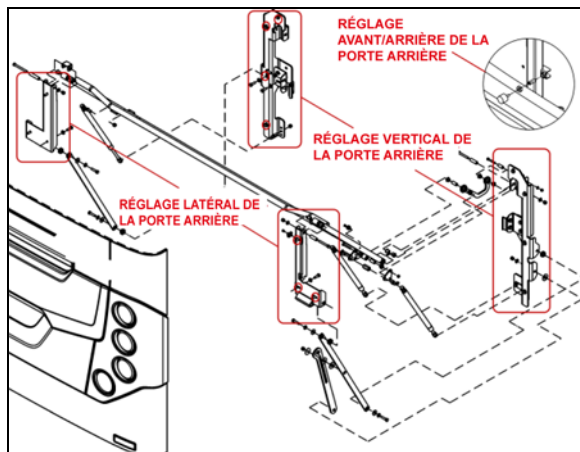

FIGURE 106 : PORTE DU COMPARTIMENT MOTEUR
1. Pour ajuster la position VERTICALE de la porte, desserrer les boulons (quatre de chaque côté) qui fixent le bras de support de la porte et la patte de fixation des ressorts à gaz à la structure du véhicule (Figure 106).
2. Pour ajuster la position LATÉRALE de la porte, desserrer les boulons (trois de chaque côté) qui fixent le bras de support de la porte et la patte de fixation des ressorts à gaz à la porte (Figure 106).
3. Pour ajuster la position de la porte vers l'avant ou l'arrière, visser ou dévisser les butées en caoutchouc de chaque côté de l'ouverture de la porte (Figure 106).